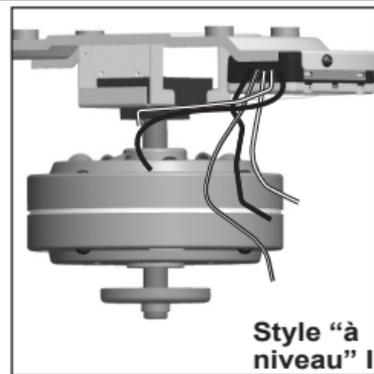

Figure 5
**Style "à niveau" I (Fig. 5):** Fixez le récepteur à la plaque de ventilateur audessus du moteur avec des ligatures de câble UL (non incluses). Connectez les fils comme indiqué à la figure 9. Faites passer l'antenne par l'une des ouvertures de la plaque de plafond (d'environ 7,5 à 15 cm).